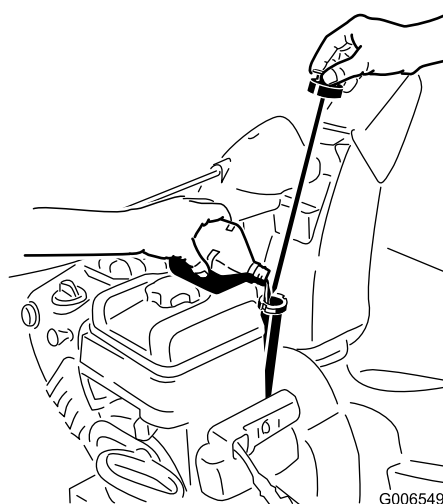

Bild 13
1. Nehmen Sie den Peilstab heraus und füllen Sie das Öl **langsam** in den Einfüllstutzen ein, um den Ölstand auf die Vollmarke am Peilstab anzuheben. **Überfüllen Sie nicht** (Bild 13).